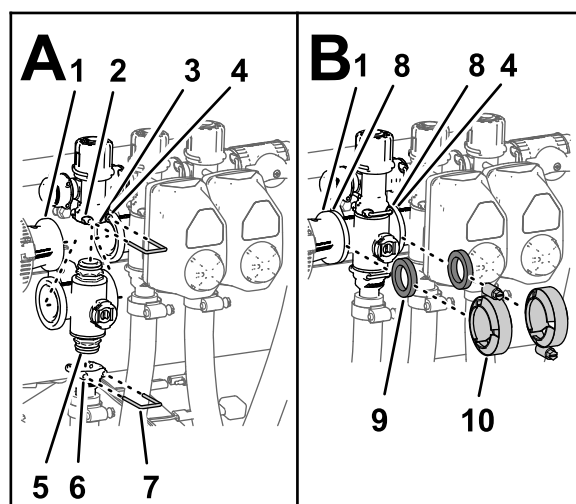

Рисунок 83
1. Вставьте верхний штуцер торцевой крышки коллекторного клапана в перепускной штуцер (Рисунок 83 А.).
2. Закрепите штуцер торцевой крышки на перепускном штуцере, вставив держатель в гнездо перепускного штуцера (Рисунок 83 А).
3. Установите выпускной штуцер на нижний штуцер торцевой крышки коллекторного клапана (Рисунок 83 А).
4. Прикрепите штуцер торцевой крышки к выпускному штуцеру, вставив держатель в гнездо выпускного штуцера (Рисунок 83А).
5. Установите прокладку между фланцами переходной муфты и коллектором клапана секции (Рисунок 83В).
6. Смонтируйте переходную муфту, прокладку и коллектор клапана секции с помощью хомута, затянув его от руки (Рисунок 83В).
7. При установке 2 самых левых клапанов секций установите прокладку между фланцами 2 прилегающих коллекторов клапанов секций (Рисунок 83В).
8. Смонтируйте 2 находящихся рядом коллектора клапанов секций и прокладку с помощью хомута, затянув его от руки (Рисунок 83В).